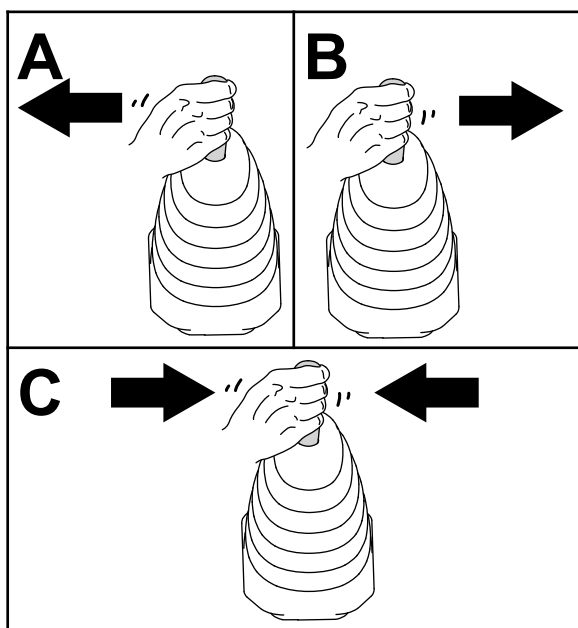

Рисунок 49
6. Переместите джойстик погрузчика влево, вправо, затем снова в НЕЙТРАЛЬНОЕ положение, чтобы стравить давление в гидравлических соединителях (Рисунок 49).